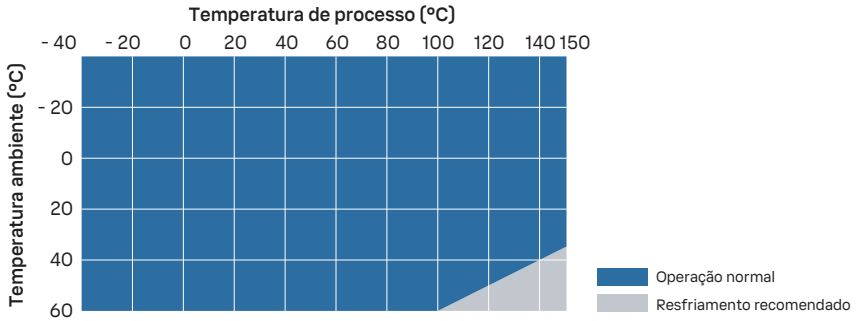

Figura 44 Temperatura do processo e resfriamento recomendado
- Use resfriamento adicional de acordo com a Figura 44 \(página 236\). Observe que os valores na figura são indicativos. O resfriamento necessário depende do local de instalação e do ambiente.